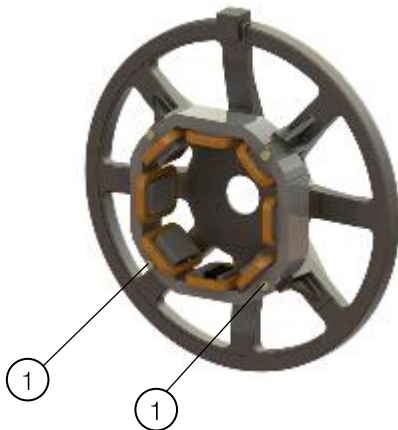

Figure 6.5 : Points de fixation des supports de résistance tubulaire
4. Une fois le couvercle démonté, retirer les deux vis de fixation inférieures du stator de l'excitatrice, conformément à la Figure 6.5
Légende - Figure 6.5: